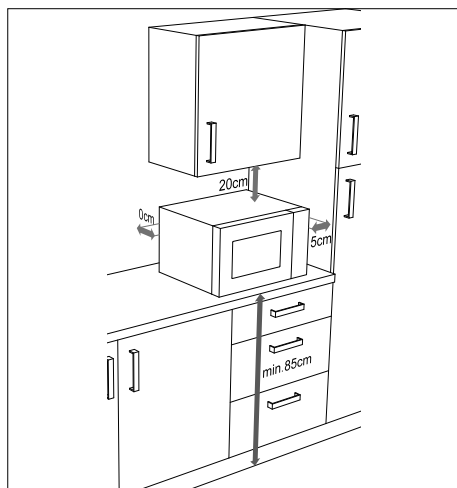

Fig. 5 – Distance entre les appareils
- ▶ Les distances indiquées (**voir Fig. 5**) doivent être respectées pour une ventilation suffisante. L'espaceur au dos de l'appareil doit toucher le mur. Il garantit la bonne distance lors de l'installation du four à micro-ondes.